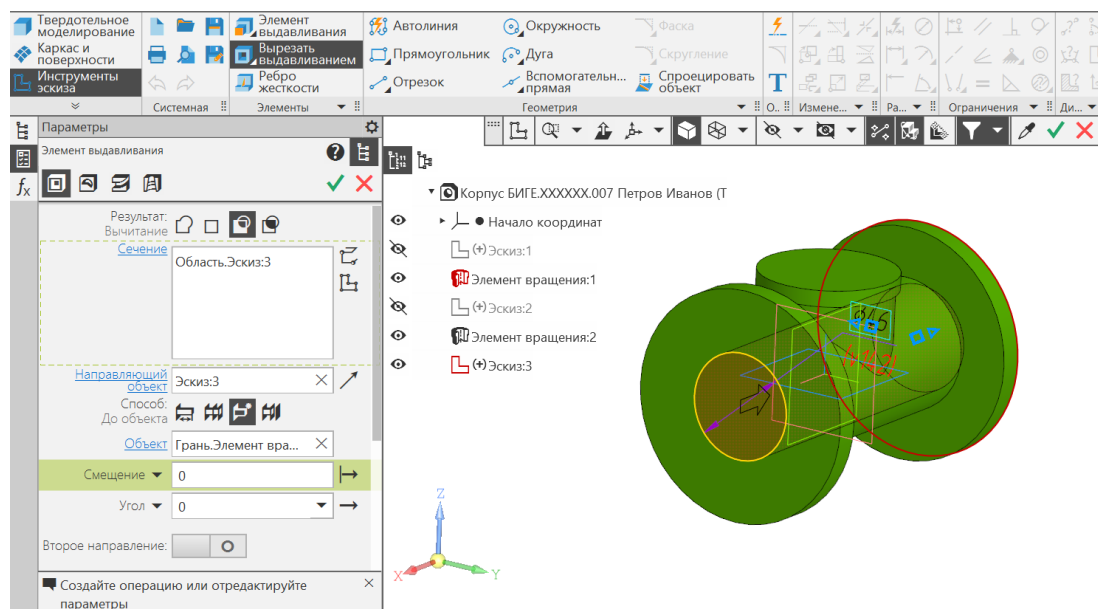

Рис. 8 Команда «Вырезать выдавливанием»
- **Твердотельное моделирование – Элементы тела – Вырезать выдавливанием.** Параметры выдавливания: результат операции – вычитание; направляющий объект – Эскиз 3 (окружность); способ – через все (рис. 8, 9).